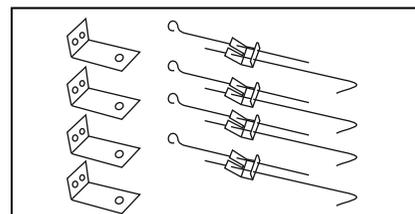

Рис. 1
- Конструкцией осветительного прибора предусмотрен монтаж на тросы или проволочные подвесы (рис. 1). **Внимание!** Тросы и проволочные подвесы в комплект не входят и приобретаются отдельно.